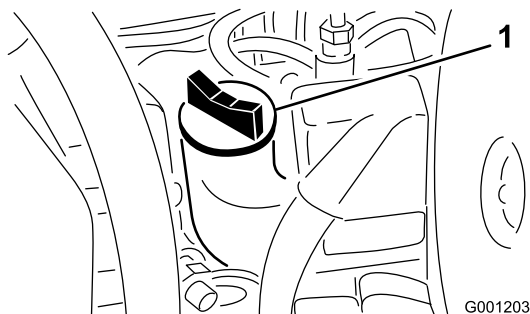

Figura 22
- Se o nível de óleo se encontrar abaixo da marca Full (Cheio) da vareta, retire a tampa de enchimento (Figura 22) e adicione óleo até que o nível atinja a marca Full. **Não encha demasiado..**